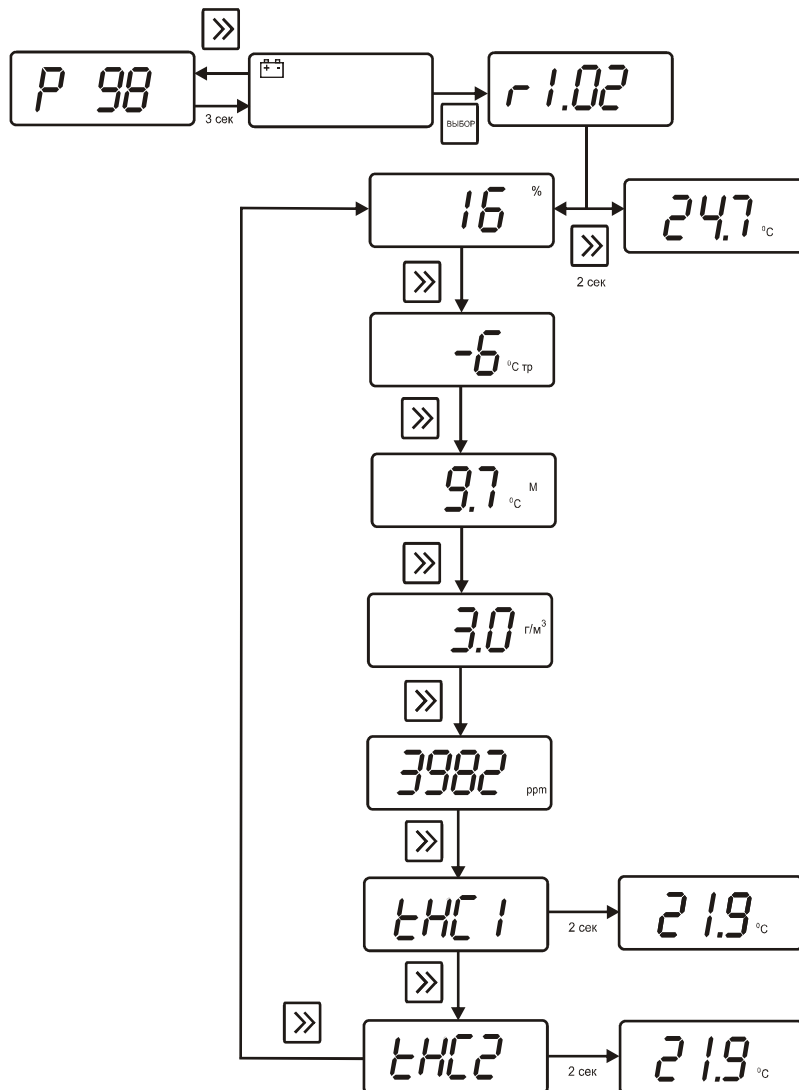

Рисунок 5.1 Индикация в режиме РАБОТА
- 4.7** Для определения индекса ТНС установить преобразователь ИПВТ-03-09 (чёрная сфера, см. **ПРИЛОЖЕНИЕ Б**, пункт **6**) на штатив-треногу (рекомендуется располагать черную сферу руководствуясь СанПиН 2.2.4.548-96), кнопкой  выбрать требуемый для расчета индекс (ТНС1 или ТНС2 (см. рисунок 5.1)), по истечении 15 минут зафиксировать показания прибора.